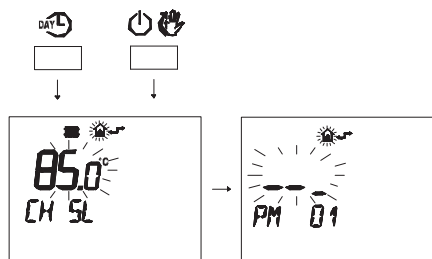

Figura 5.64
- Premere contemporaneamente i pulsanti **DAY** e **ON/OFF** per entrare nella programmazione trasparente (Figura 5.64).